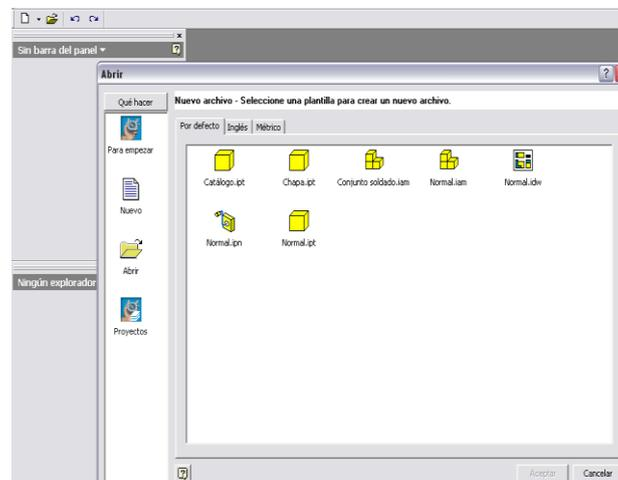

Figura 56. Ventana de inicio al entorno.
- b) Aparecerá una pantalla, en la misma se seleccionará. con el botón izquierdo del ratón *Normal.ipt* y seguidamente se hace clic en aceptar. Ver figura 56.